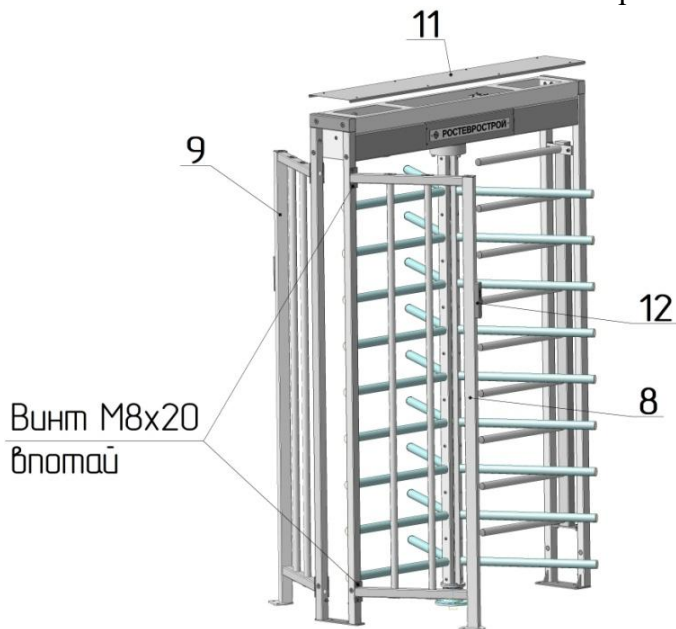

Рис. 5
3. Установка ограждения (рис. 5):